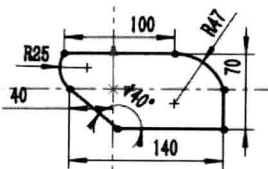

图 1.6 凸台-拉伸 1
Step 5 添加尺寸。选择下拉菜单 **工具(T)** → **标注尺寸(S)** → **智能尺寸(S)** 命令，添加图 1.6 所示的尺寸。